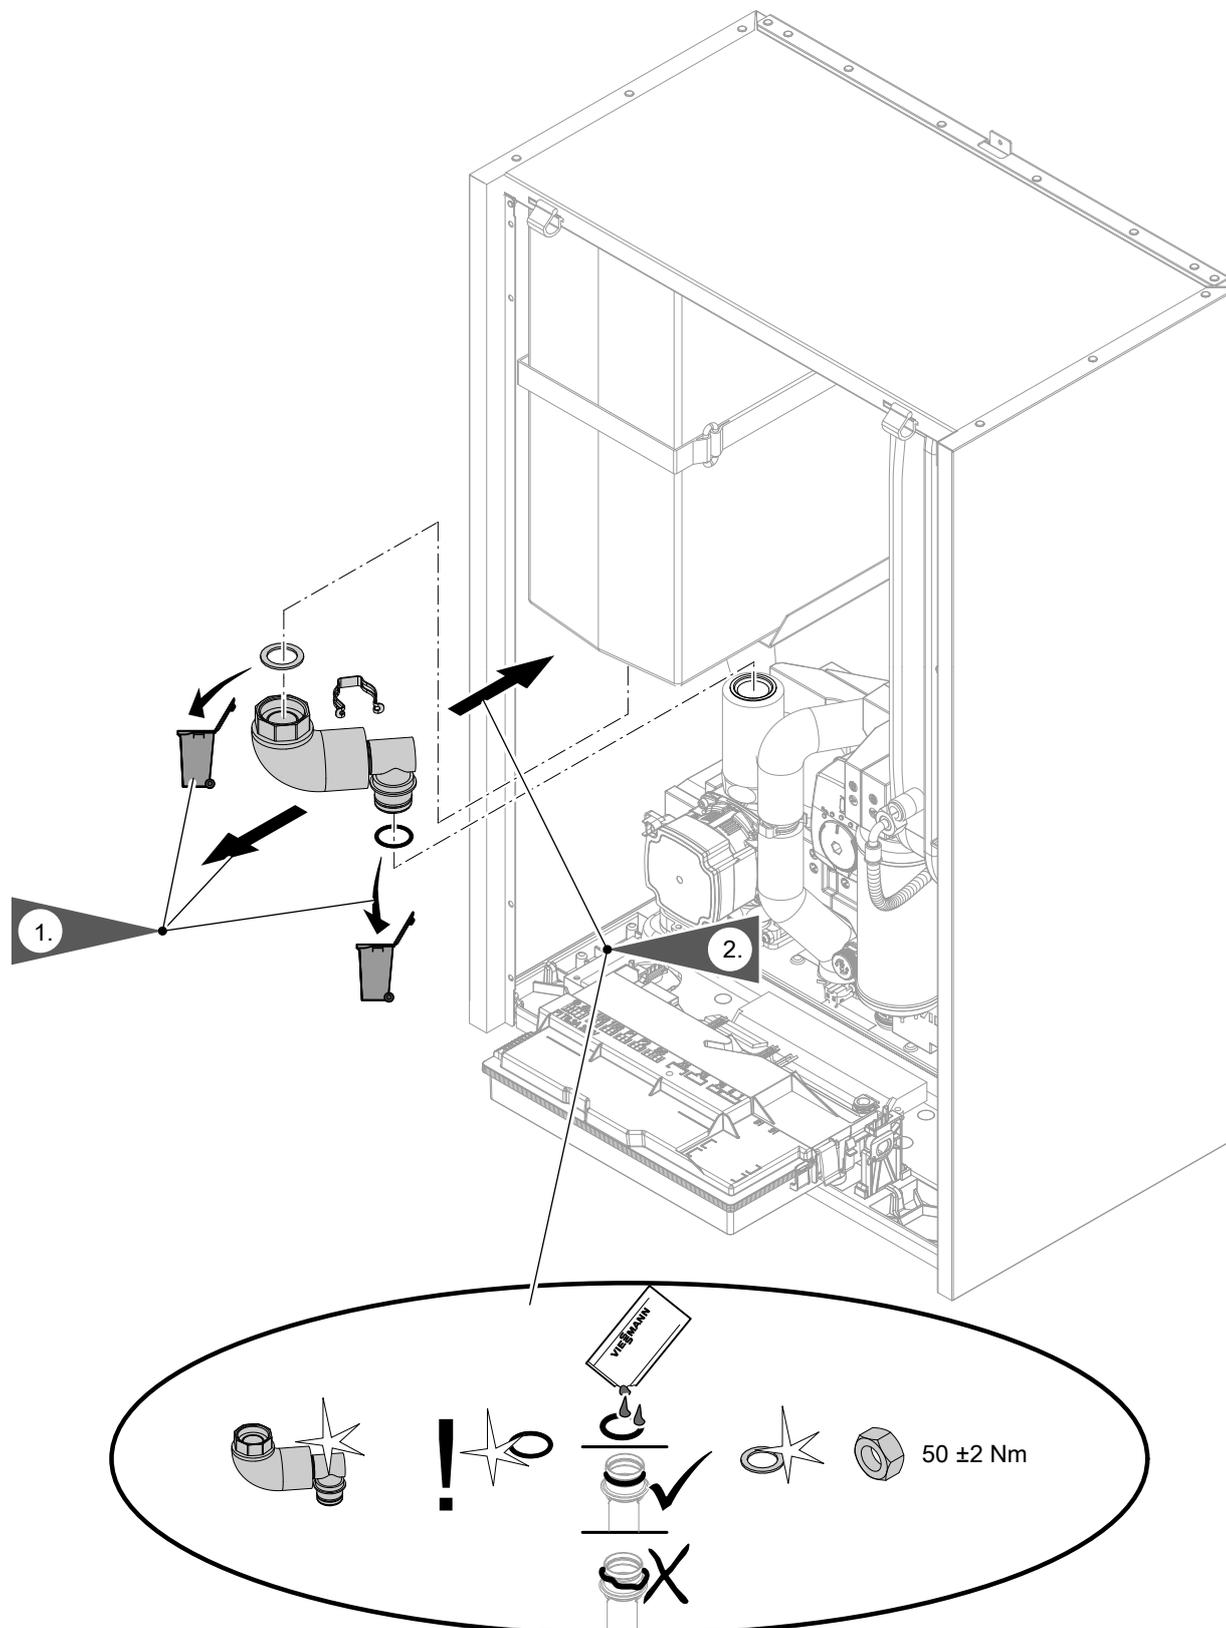

Abb. 100
- Hydraulische Leitungen: Siehe Abb. 100 bis Abb. 101.